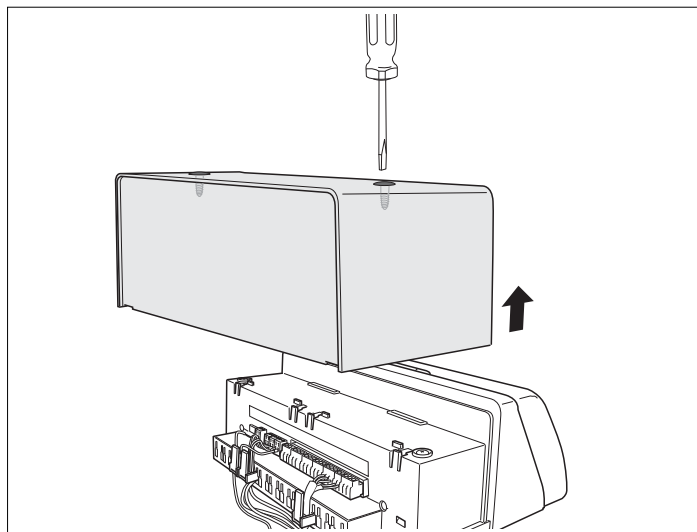

Рис. 5 Снятие верхней крышки
- Открутить 2 винта сверху крышки (Рис. 5).